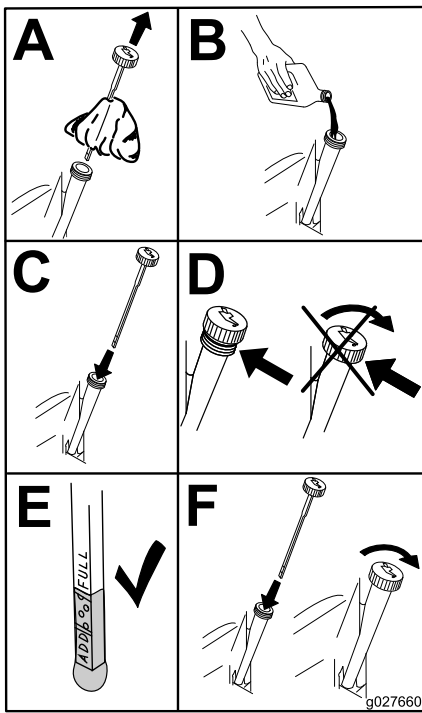

Figura 51
6. Vierta lentamente un 80% aproximadamente del aceite especificado por el tubo de llenado, luego añada lentamente el resto del aceite hasta que llegue a la marca de Lleno (Figura 51).